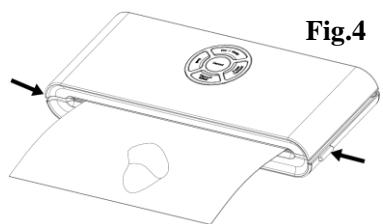

Fig.4
7. Se realizează ambalarea prin vidare. Apăsați simultan butoanele de depresare de pe ambele laturi ale aparatului, pentru a deschide capacul și a scoate pungile sigilate. – **Fig. 4.**